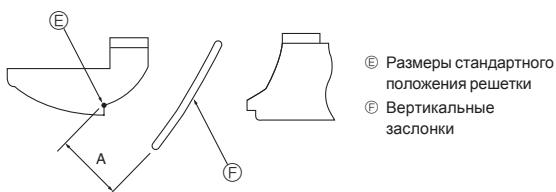

Fig. 8-10
- ① Выключите главный выключатель питания. При вращающемся вентиляторе на приборе возможно получение травмы или поражение электрическим током.
- ② Отсоедините соединитель мотора заслонок того вентиляционного отверстия, которое Вы хотите заблокировать. (Нажимая на кнопку, удалите соединитель в направлении, указанном стрелкой, как изображено на диаграмме.) После удаления соединителя изолируйте его изолянтной.
- ③ Для настройки требуемого направления потока воздуха медленно перемещайте вертикальные заслонки в рамках указанного диапазона. (Fig. 8-10)